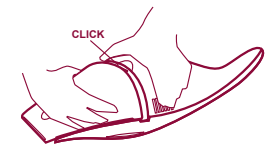

Fig. 13
- Setzen Sie den Saugbehälter ein, indem Sie die Mündung in die Führungsnut einführen und nach unten drücken, bis ein "Klickgeräusch" vernehmbar ist. (fig. 13)